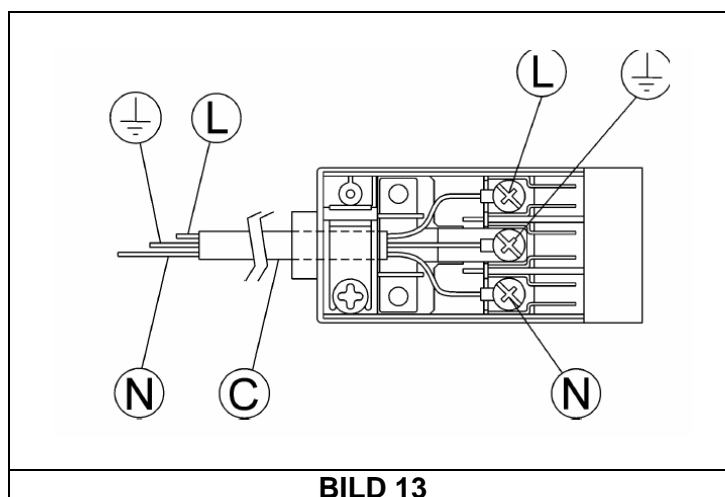

BILD 13
- Falls der Netzkabel „C“ kein Stecker hat muss ein angebracht werden. Bitte die Angaben auf dem Leistungsschild beachten. Die Verbindung gemäß Bild 13 und die folgenden Hinweise erstellen.